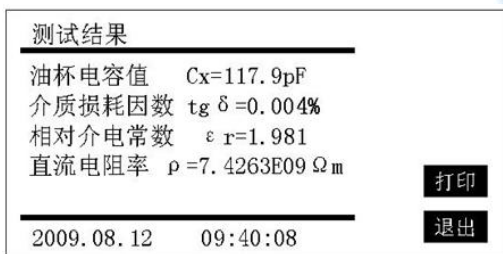

图 10
③测试结果----测试结束后，如图 10 画面显示测试结果。如果前面选择了自动打印项，此时打印机自动打印测试结果。若无选择自动打印项，按【打印】键，打印机打印显示的测试结果。按【退出】键回到主菜单。